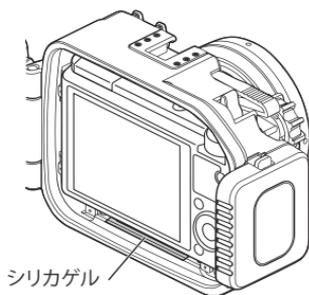

図4
- 気温と水温の差が大きい、または長時間の撮影等でカメラが熱を持った場合などに、本製品内部で発生する結露により、本製品のレンズ内側が曇ることがあります。結露を軽減するために、オプションのシリカゲル(62108)を図4のようにお使いください。